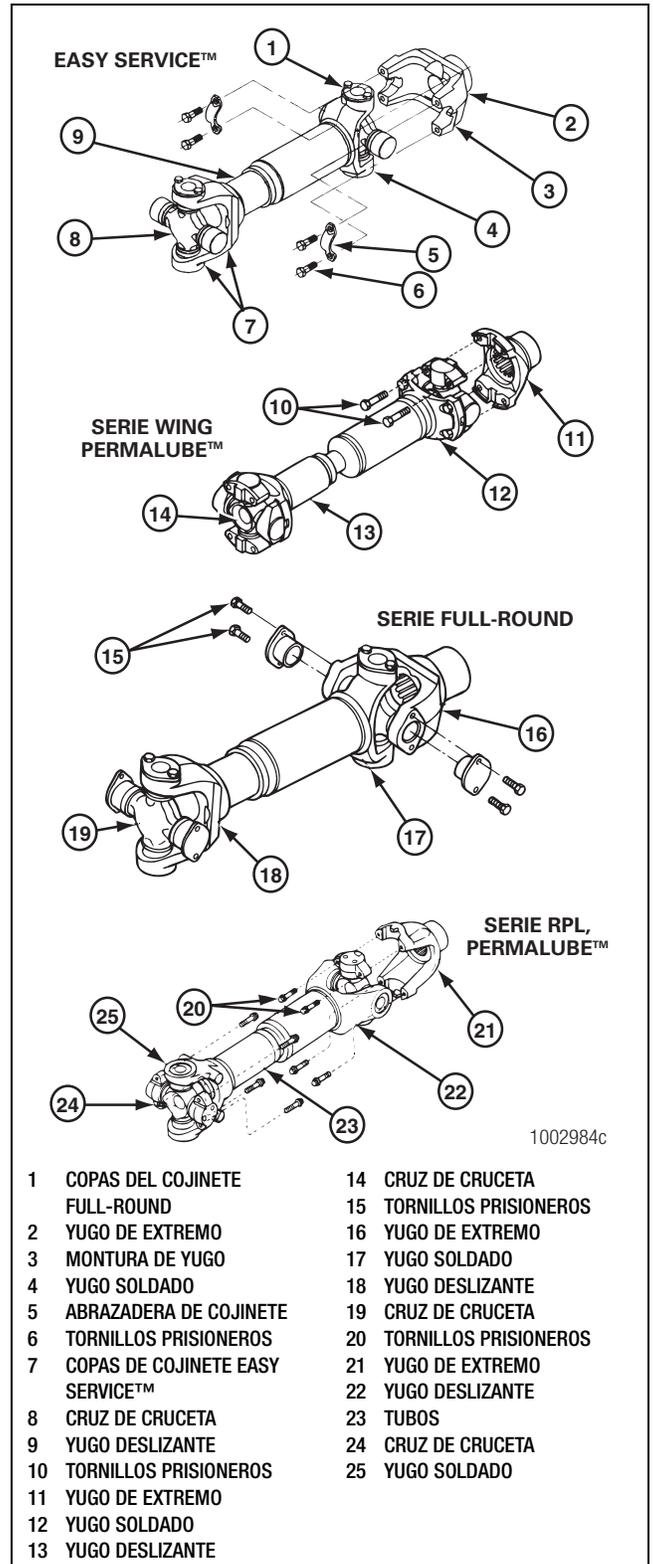

**Figura 3.4**
5. Use un cincho para retirar el filtro de aceite. Tenga cuidado de que no se derrame el aceite en su interior al retirar el filtro. Deseche el filtro. Figura 3.4.